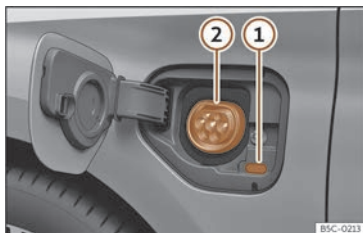

Fig. 56 Detrás da tapa de carga da batería na parte dianteira esquerda: Toma de carga.
>>> **fig. 56**
- Co vehículo desbloqueado, ao premir a tapa de carga da batería esta abrírase >>> **fig. 56**.